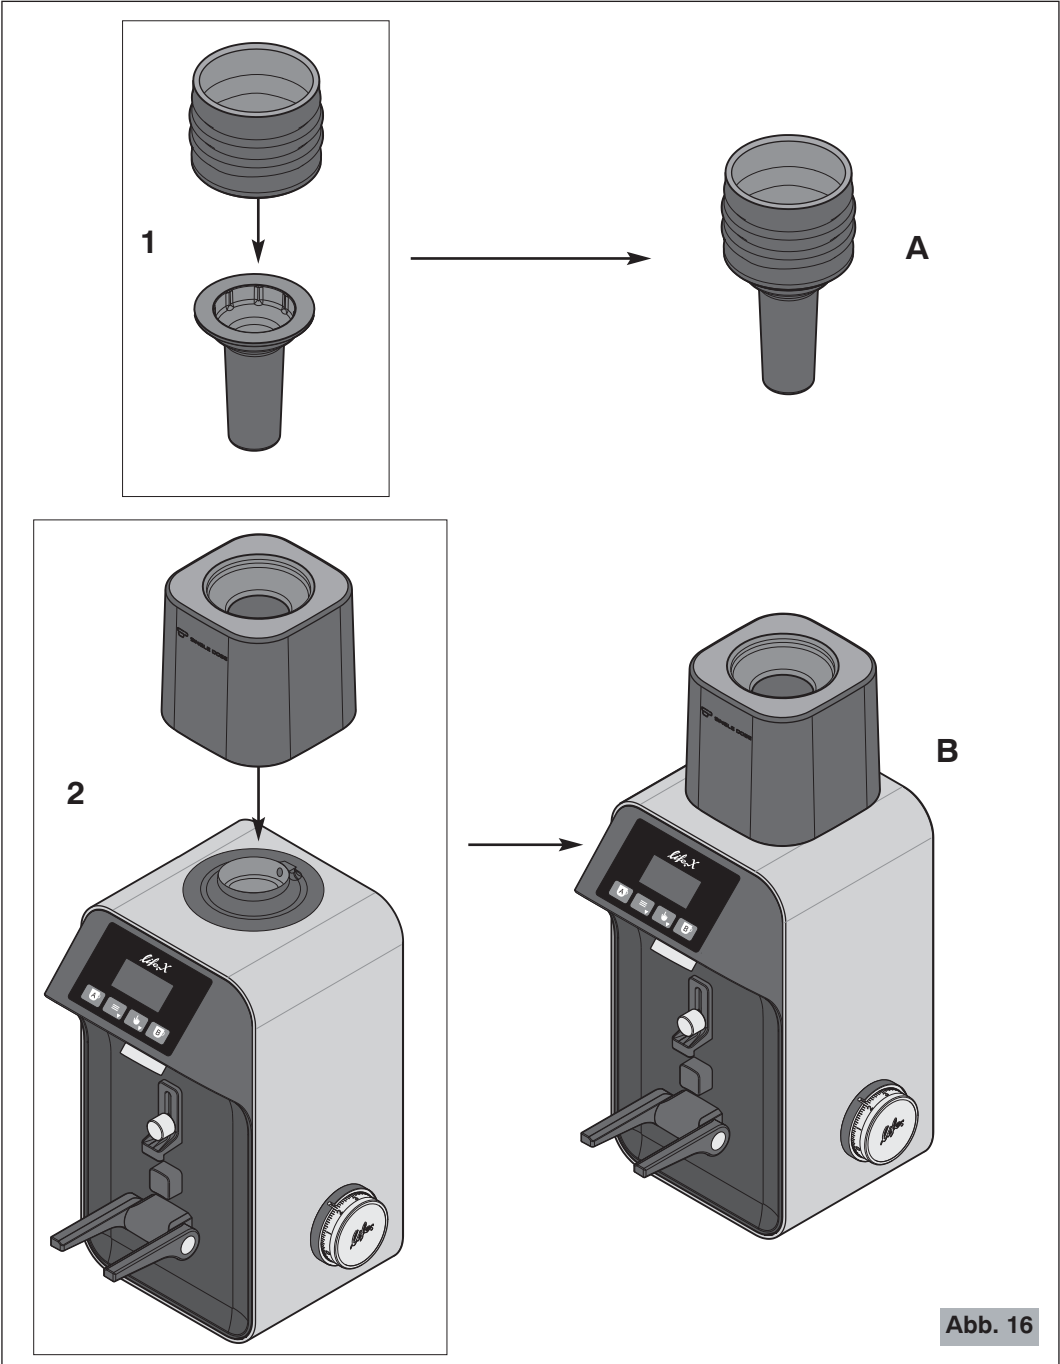

Abb. 16
5. Den Faltenbalg im Bohnenschieber einsetzen (Punkt 1 der Abb. 16).
6. Den Kit-Untersatz an seinem Sitz positionieren (Punkt 2 der Abb. 16).
- 4 Die Faltenbalg-Bohenschieber-Gruppe (A Abb. 16) so in der Öffnung des Untersatzes einsetzen, dass sie auf den Kaffeebohnen liegt (Abb. 16a).
-  **Niemals** das Gerät benutzen, ohne den Kaffeebohnenbehälter mit der entsprechenden Schraube (6a, Detail A Abb. 3) befestigt oder ohne den Untersatz des Kits der Einzelportion positioniert zu haben (Punkt 2 Abb. 16).